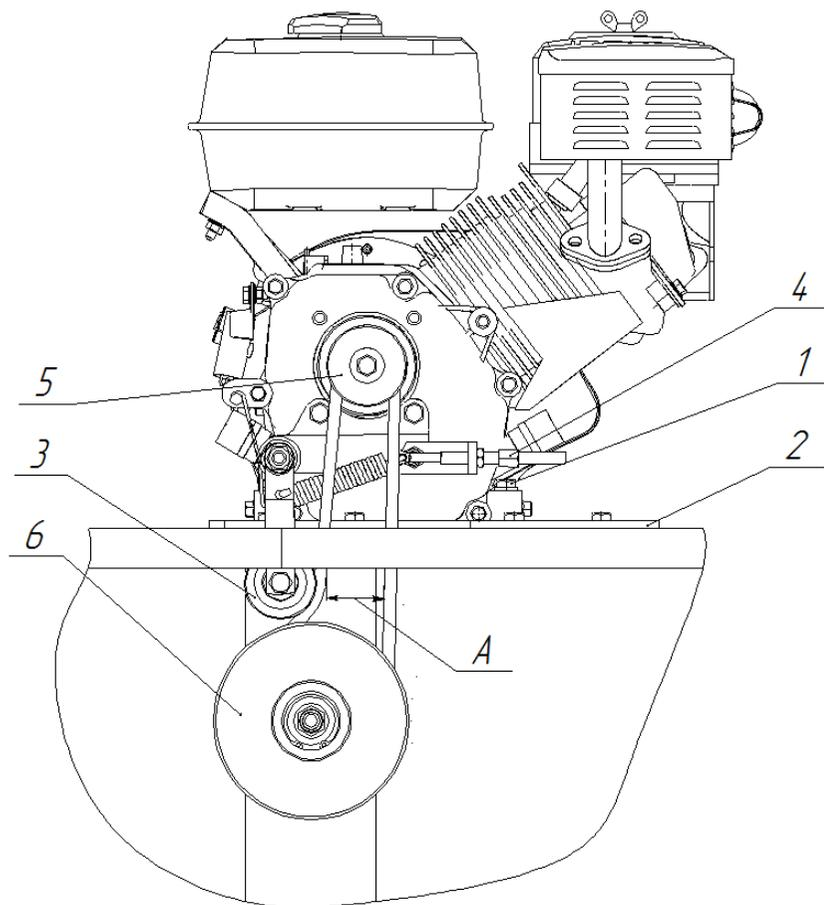

Рис. 3 Регулирование клиноременной передачи
- ослабьте болты крепления двигателя к плите 1 (рис. 3);
- проверьте размер А (рис. 3), который должен быть в пределах 45...50 мм для ручьев меньшей скорости и 55...60 мм для ручьев большей скорости шкива на валу двигателя. При необходимости выполните регулирование натяжения троса сцепления. Натяжение троса сцепления производите заворачиванием или отворачиванием регулировочного винта троса сцепления 4 (рис. 3);
- При закреплении двигателя следите за расположением торцов шкивов 5 и 6 (рис. 3) клиноременной передачи. Торцы шкивов должны располагаться в одной плоскости. Допустимое отклонение не более 1 мм.